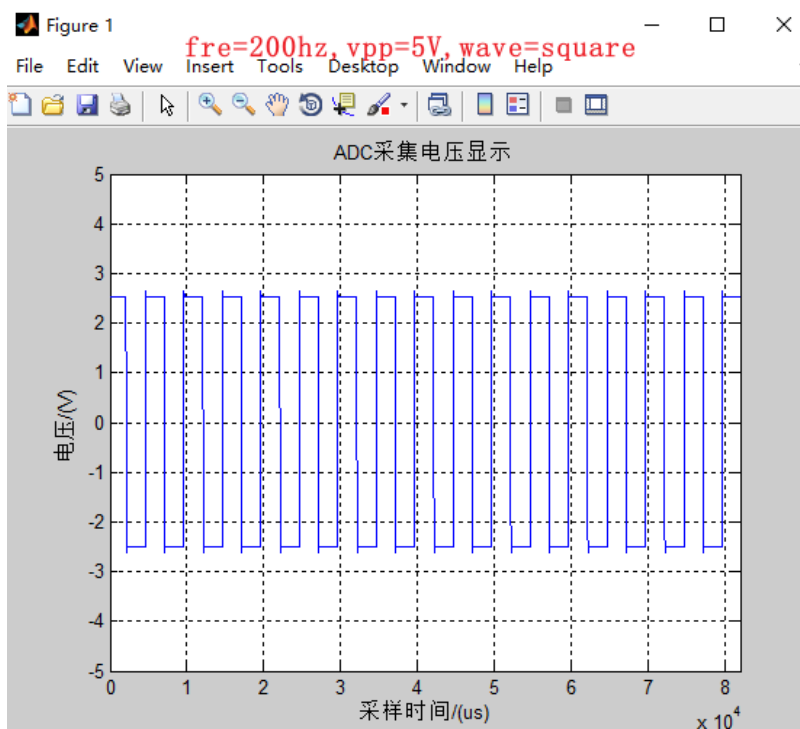

图 1.18 200hz 方波波形图
- 200hz，方波和三角波波形图如下图 1.18 和图 1.19 所示。